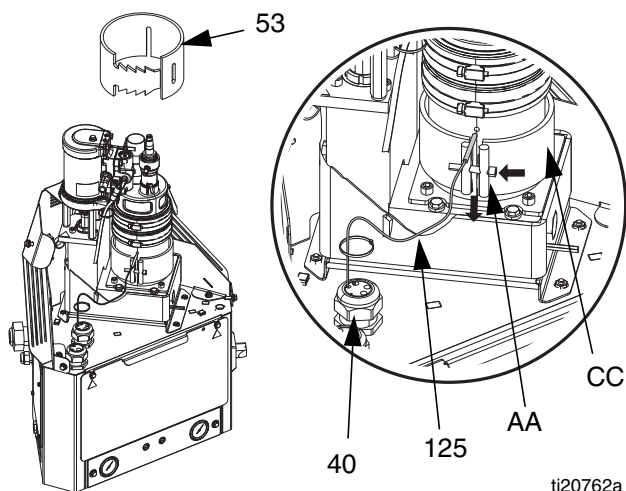

FIG. 37
Desmontaje (consulte la FIG. 37):
4. Retire el tubo de aire (36) de la válvula de alivio. Extraiga el tubo de aire por la cubierta de metal (27).
5. Retire las tuercas (3); luego retire la cubierta de metal (27).
6. Retire el aislante de tela del fundidor (53).
7. Afloje el tornillo (AA); luego extraiga el sensor (125).
8. Retire la puerta de acceso del armario eléctrico (10).
9. Desconecte el cable del sensor de temperatura del conector del MZLP etiquetado J5. Consulte FIG. 37.
Montaje (consulte la FIG. 37):